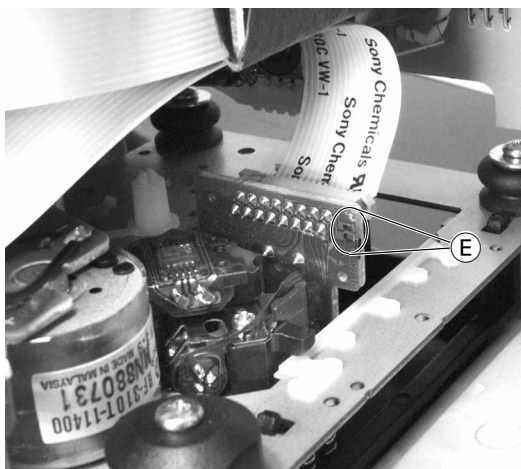

Fig. 9
- Vor Abziehen des Flexprints zum CD-Laufwerk, Sicherheitslötstelle **E** (Fig. 9) kurzschließen.
- Shortcircuit the safety solder pads **E** (Fig. 9) before disconnecting the flexprint to the CD mechanism.
- Nach Einbau und Anschluss eines neuen Laufwerks muss die werkseitig angebrachte Sicherheitslötstelle ⑤ (Fig. 9) entfernt werden.
- After fitting and connecting a new mechanism unsolder the safety solder connection ⑤ (Fig. 9) which is fitted in the factory.